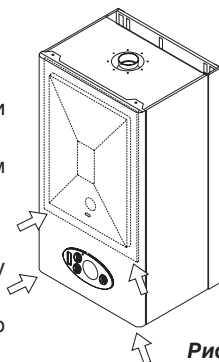

Рис. 24
- Открутите 2 винта, закрепляющие покрытие в нижней части котла (рис. 24).